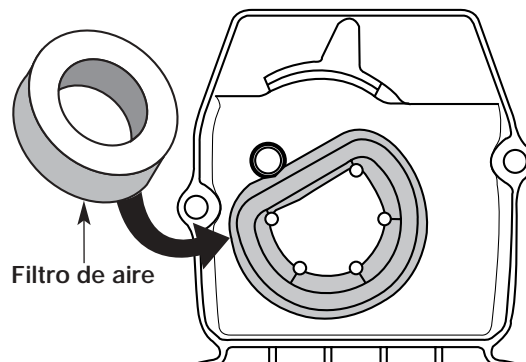

Fig. 22
2. Retire el filtro de aire de atrás del cárter de filtro de aire/tubo de escape (Fig. 22).
6. Vuelva a colocar el filtro de aire en el cárter del filtro de aire/tubo de escape (Fig. 22).